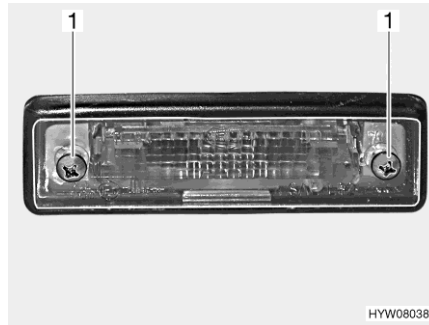

Bild 236 Belysning bak (nummerplåtsbelysning)
- Lossa två skruvar på huset (Bild 236,1).